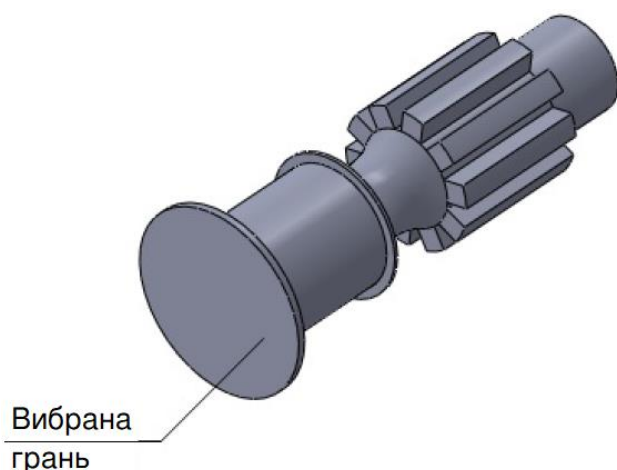

Рисунок 6.51 – Площина для ескізу
1. Увійдіть у середовище ескізу, обравши задню площину базового елемента як площину для ескізу (див. рисунок 6.51).